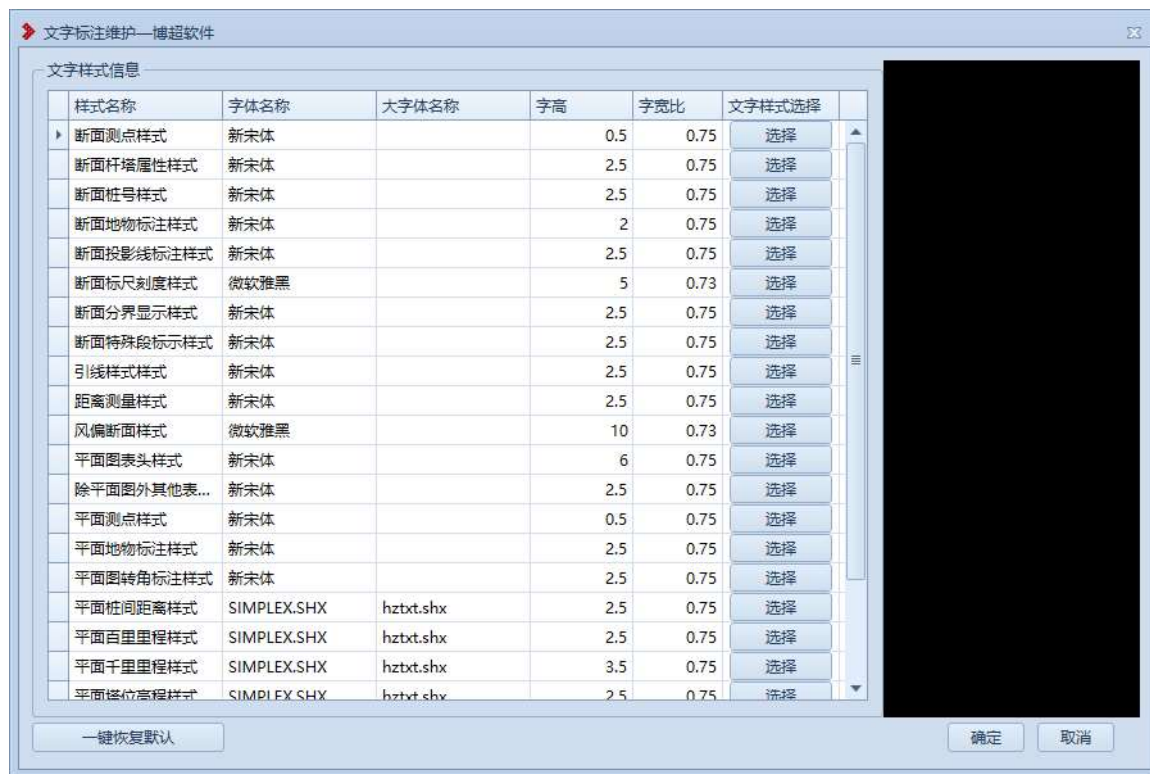

图 7.2- 67 文字标注维护
**文字标注维护**：文字标注维护主要设置通用文字样式，包括文字的字体、字高、高宽比等基本信息。点击按钮，弹出界面如图 7.2- 67 所示：